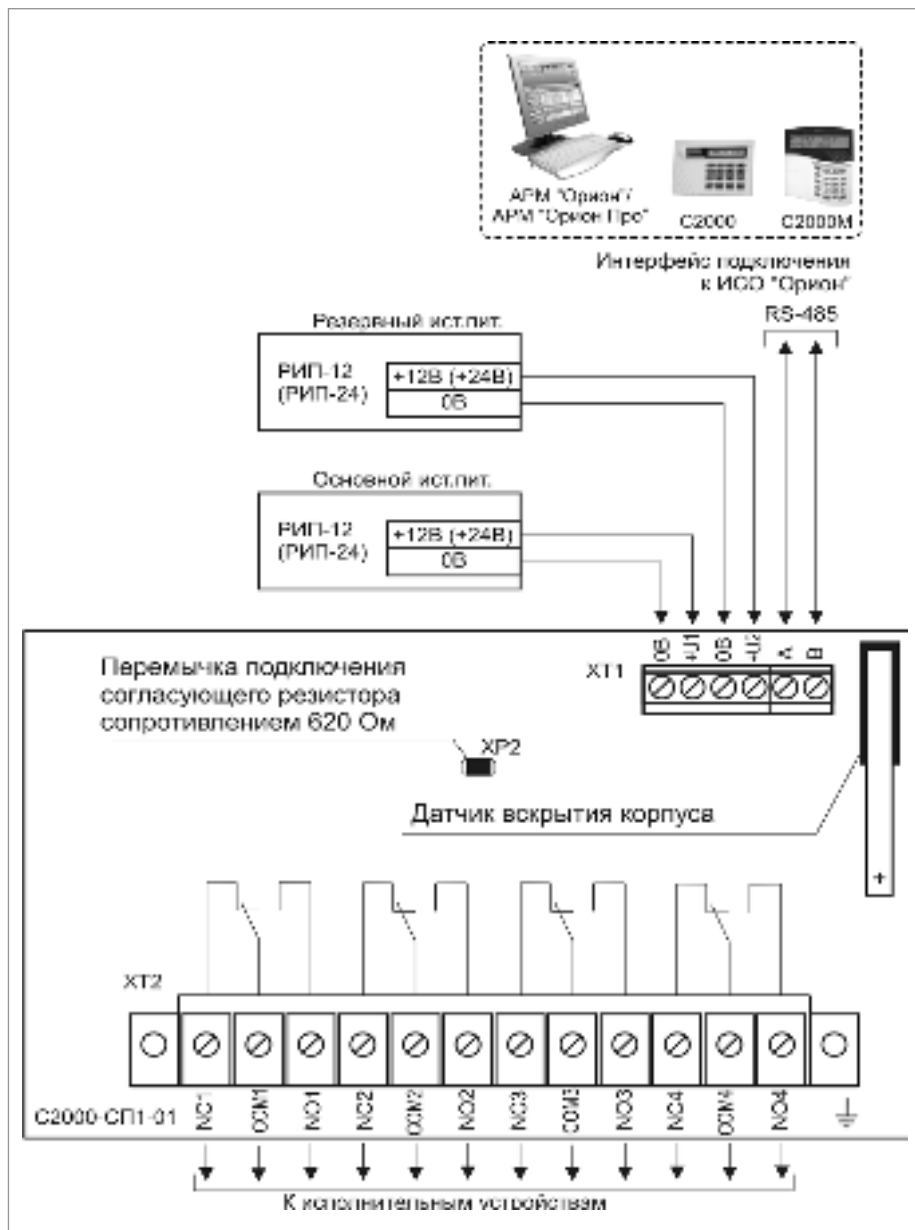

Рисунок 4. Схема внешних соединений блока «C2000-CP1 исп.01»
4. Схема подключения блока «С2000-СП1» приведена на рис.3, схема подключения блока «С2000-СП1 исп.01» приведена на рис. 4.